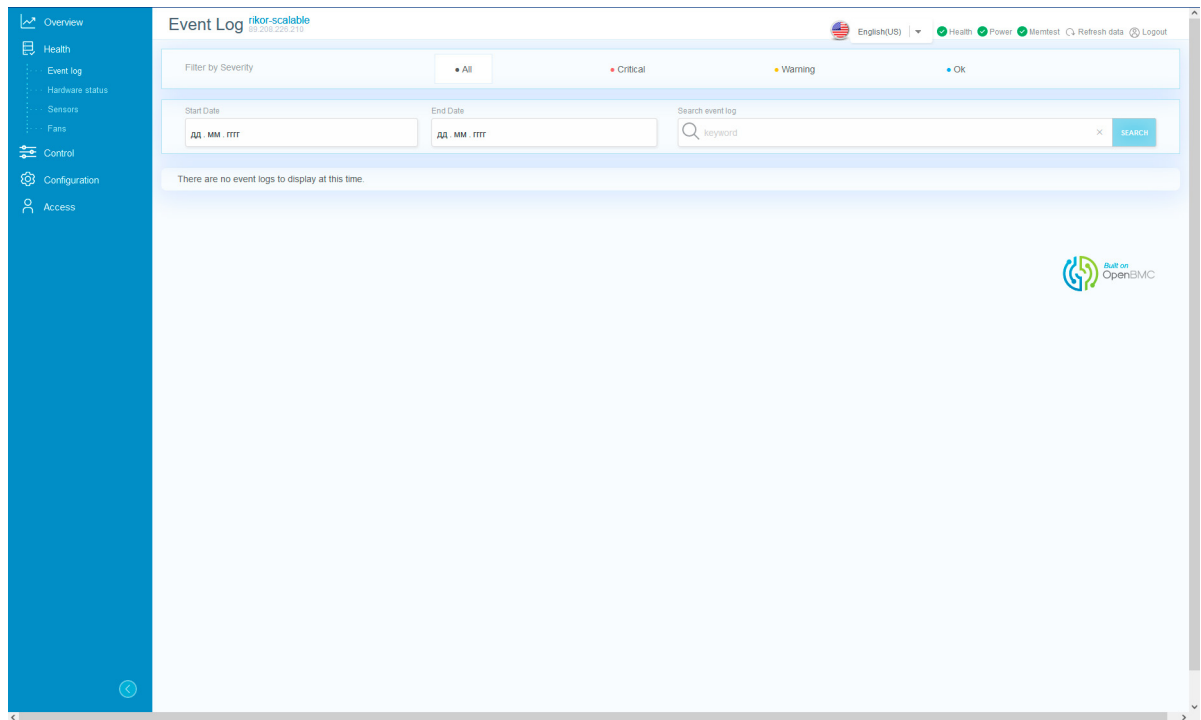

Рис. 78. Окно «Event log»
- 2) Пройдите во вкладку «Health» → «Event log» в данной вкладке отображены все события произошедшие в сервере. В поле «Filter by Severity» произведите фильтрацию по степени серьезности события. В поле «Start Date» произведите фильтрацию по дате начала события, в поле «End Date» произведите фильтрацию по дате окончания события, в поле «Search event log» произведите фильтрацию по ключевым словам события. Окно показано на рис. 78 Окно «Event log»